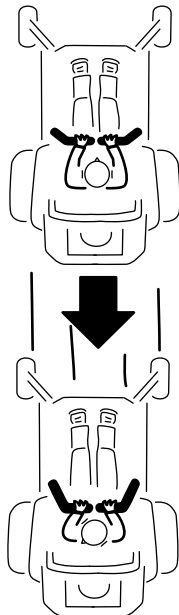

図 22
2. 後退するには、左右の走行コントロールレバーをゆっくりと後ろへ引く。図 22。